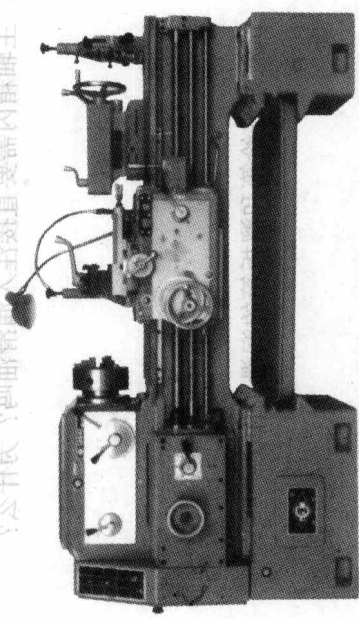

图 2—1 CA6140 型卧式车床
2. 根据教材中图 2—24, 试叙述三爪自定心卡盘卡爪的安